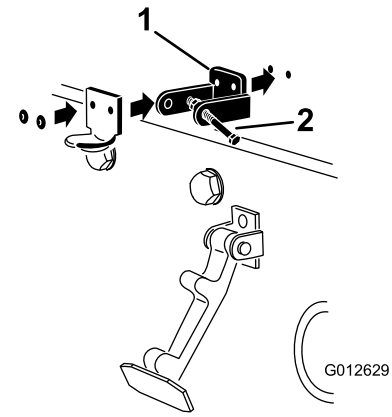

Figura 8
6. Remache el seguro de cierre, el cerradero y las arandelas al capó (Figura 8).
4. Alinee los taladros de montaje y posicione el cierre de seguridad para CE y el enganche del cierre sobre el capó (Figura 8).